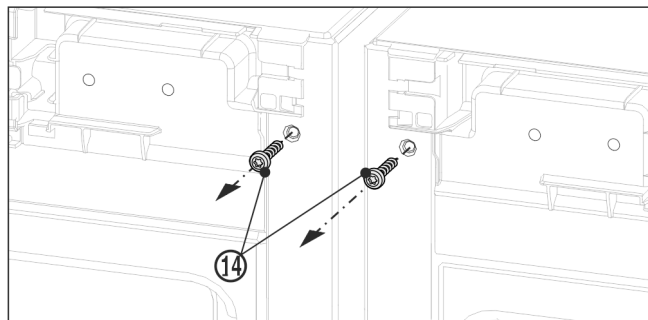

Fig. 12
- ▶ Përpara montimit të profilin të sipërm, lironi dhe hiqni të dyja vidat e tokëzimit Fig. 12 (14).